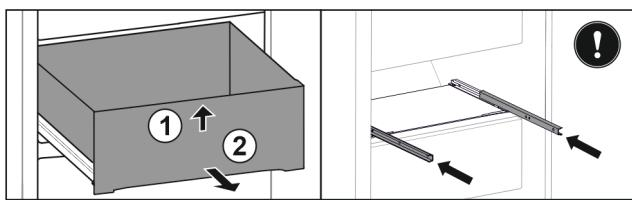

Fig. 158
- Підняти висувний ящик спереду. Fig. 158 (1)
- Вийняти висувний ящик рухом вперед. Fig. 158 (2)